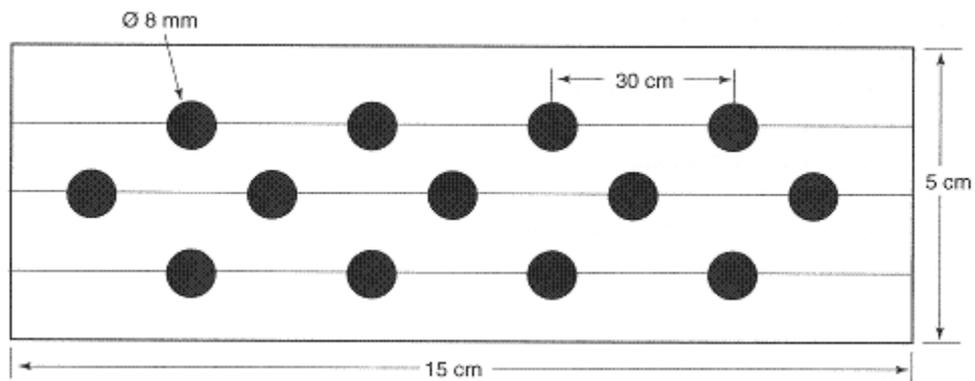

Figure.6.35
6. Placez deux tôles et maintenez les à l'aide de pinces étaux de façon à pouvoir effectuer le bouchonnage en position à plat (Figure.6.35) ;